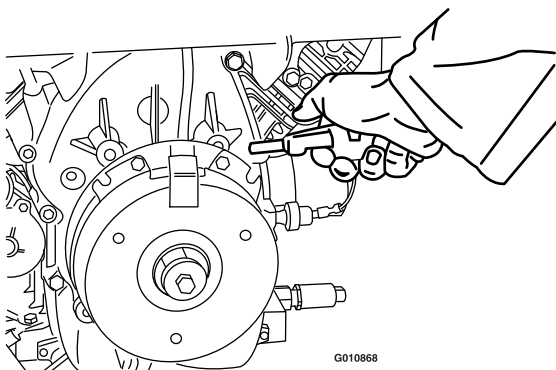

Figura 77
- Con un compressore d'aria eliminate tutti i detriti presenti sotto il giunto del freno e attorno ai distanziatori (Figura 77).